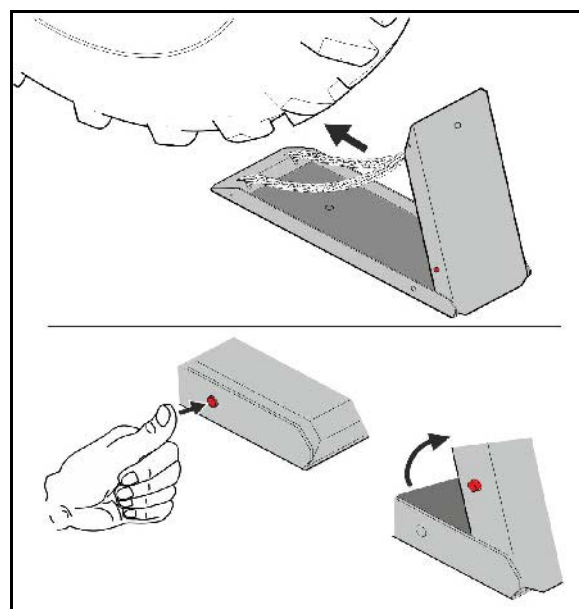

Fig. 25
- Ouvrir le robinet de fermeture du bloc hydraulique (Fig. 25/1).
- Fermer les robinets de fermeture (Fig. 25/2):